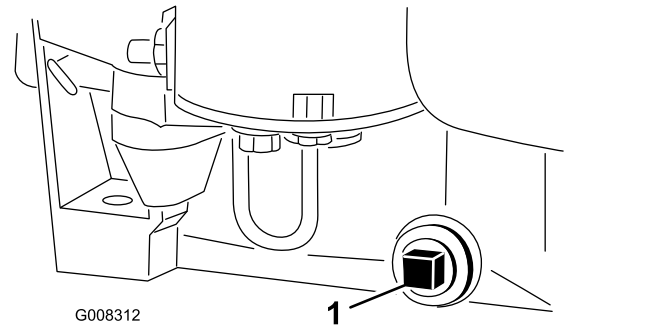

Figura 26
- Retire el tapón de vaciado de aceite para que se vacíe el aceite (Figura 26).